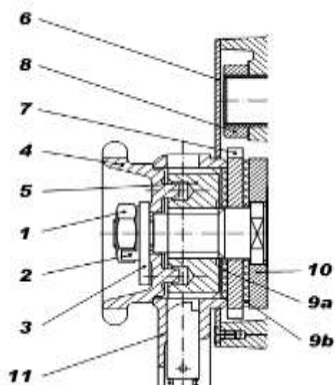

Рис. 8 Монтаж тормоза.
Ослабьте шайбы (2) и снимите гайку (1). Снимите шайбу (2) и упор (3), ручное колесо (4), колесо (5) и ручной рычаг (11). Снимите кожух (6) и тормозной вкладыш (9а), рогатку (7), и тормозной вкладыш (9b) и шайбу (10). Смонтируйте. (рис. 8)
снимите гайку (1), снимите и поверните упор (3), чтобы между зубом (2А или 2В) был угол 50 градусов. В случае невозможности достичь требуемого, рис. 8. Регулировка тормоза снимите ручное колесо (4), затем поверните таким образом, чтобы между упором (3) и некоторым из зубов (2А или 2В) был требуемый угол. Проведите испытание тормоза.
3. Проверьте тормозные колодки, собачку и рогатку, (детали 9а, 9в, 7 и 10 на рис. 8), очистите.